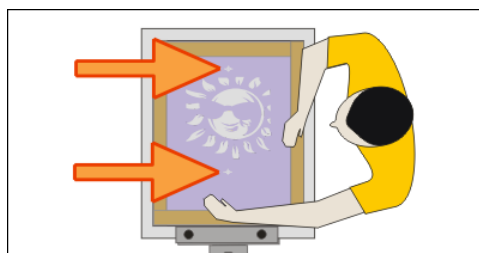

Imagen 352\_06
- 7- Calzar la matriz sobre el diseño guiándose por las cruces de registro (Imagen 352\_06) Asegurar firmemente las perillas de la paleta y las prensas del pulpo